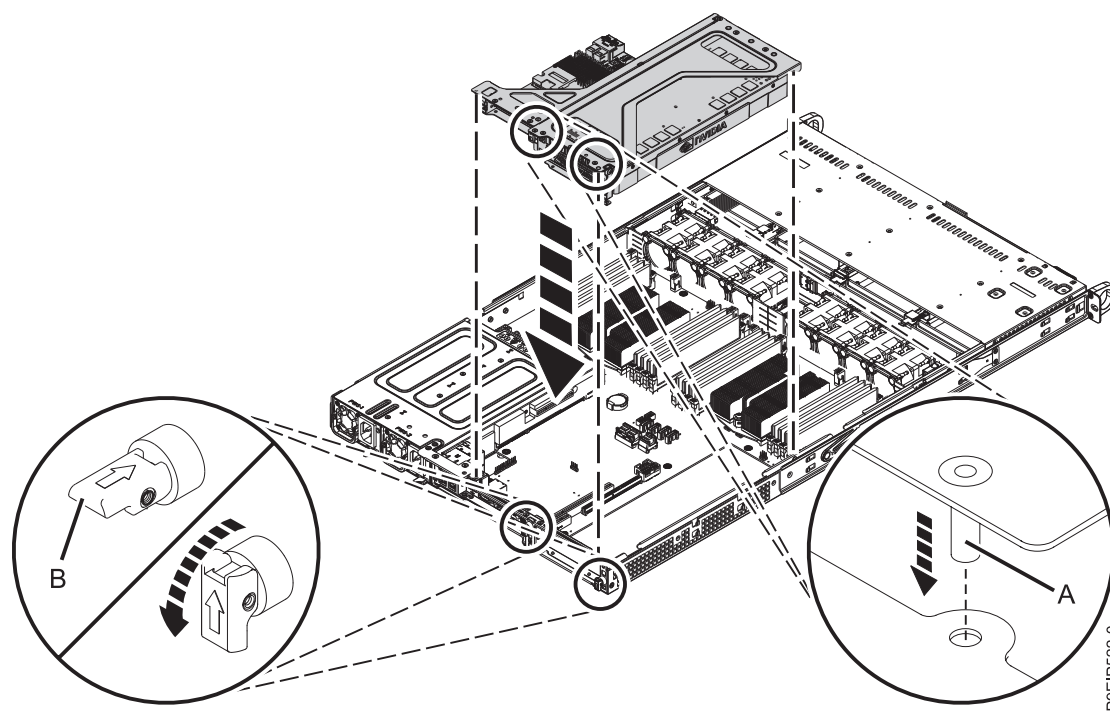

Figura 32. Substituindo o riser PCIe
- c. Coloque o riser do adaptador PCIe e os adaptadores PCIe que ele contém no painel traseiro do sistema, conforme mostrado na Figura 32.